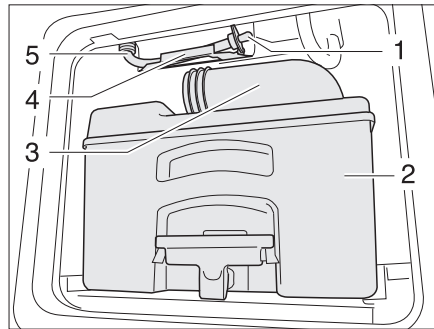

Fig. 245 Tubo de desagüe del depósito de agua del inodoro
- Vaciar el cassette (Fig. 245,2) en una estación de evacuación autorizada para ello y limpiarlo.
- Dejar el tubo de vaciado (Fig. 245,3) abierto.
- Sacar el tubo de desagüe (Fig. 245,5) de la sujeción (Fig. 245,4).
- Sacar el tapón de desagüe (Fig. 245,1) y dejar que salga el agua residual.